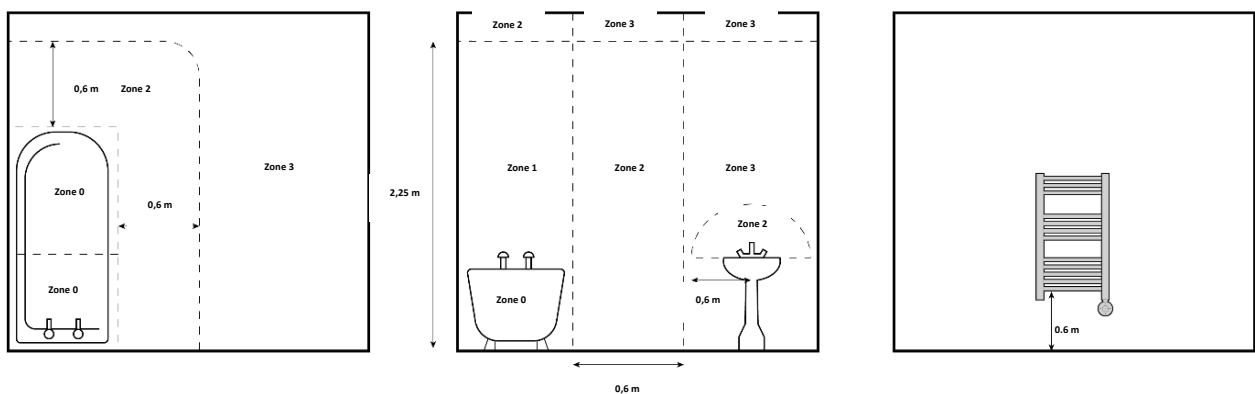

Abbildung 3
- WARNUNG: Um eine Gefährdung von Kleinkindern zu vermeiden, muss dieses Gerät so installiert werden, dass sich die unterste Heizschiene des elektrischen Trockners mindestens 600 mm über dem Boden befindet (siehe Abbildung 3).
WARNUNG: Das Gerät ist so zu installieren, dass sich die unterste Heizschiene des elektrischen Trockners mindestens 600 mm über dem Boden befindet (Abbildung 3). Diese Maßnahme ist erforderlich, um eine Gefährdung von Kleinkindern zu vermeiden.
- Der SOLO-Regler darf nicht in einen Trockner in ZONE 0 oder ZONE 1 (Zonendefinition IEC 60364-7-701 in Abbildung 3) eingebaut werden.